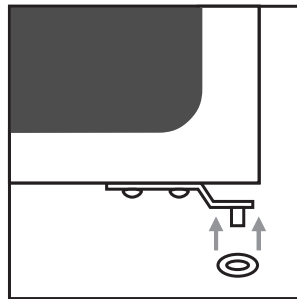

fig. 8c
- Deur opnieuw insteken op onderscharnier. Plaats het ringetje tussen scharnier en scharnierhouder (zie fig. 8c).